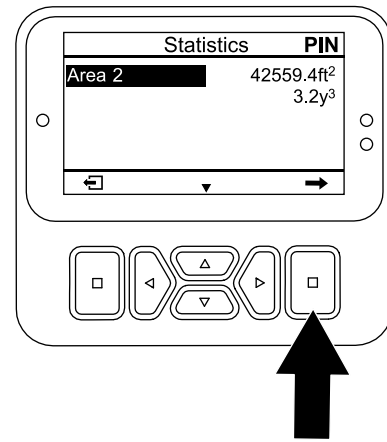

Figura 100
2. En la pantalla STATISTICS (Estadísticas), pulse el botón abajo hasta que se seleccione la opción AREA 2 (Área 2) (Figura 100).